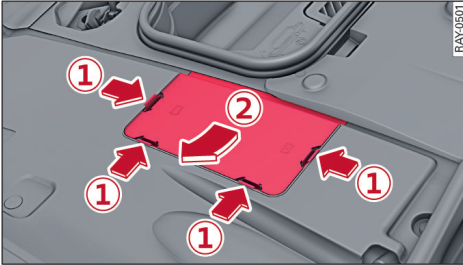

图 119 前舱：去除冷却液储液罐上面的盖子
- ▶ 取下盖子 ⇨ 图 119。
- ▶ 要松开盖子的卡止机构时，请连接按下 4 个搭扣 ① 并取下盖子 ② ⇨ 图 119。
- ▶ 在检查冷却液液位后再次安装盖子 ⇨ 图 119。下按盖子，直到全部 4 个搭扣 ① 卡入。
- ▶ 在添加后再次装入盖子 ⇨ 196 页，图 119。下按盖子，直到全部 4 个搭扣  卡入。